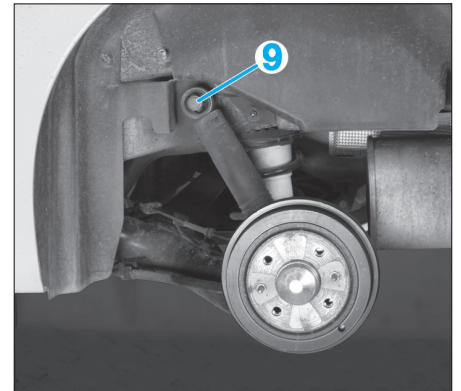

Fig. 37
- Déposer les vis (9) des amortisseurs arrière (Fig.37).